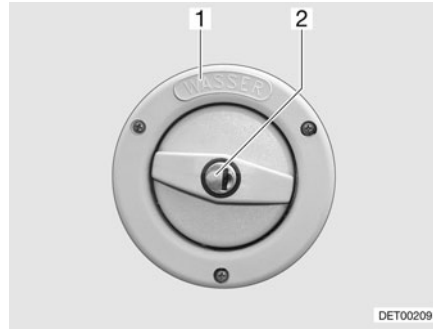
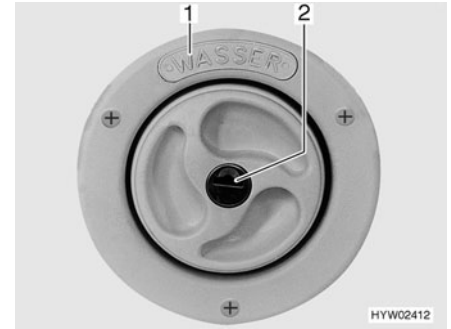

Fig. 193 Tapa de cierre del tubo de llenado de agua potable
Fig. 194 Tapa de cierre del tubo de llenado de agua potable (alternativa)
El tubo de llenado de agua potable está identificado con el rótulo "WASSER" (agua) (Fig. 193,1 ó Fig. 194,1). La tapa de cierre se abre y cierra con la llave para las cerraduras de trampa exteriores.
- Introducir la llave en el cilindro de cierre (Fig. 193,2 ó Fig. 194,2) y girarla un cuarto de vuelta en sentido contrario a las agujas del reloj.
- Abrir el tubo de llenado de agua potable (Fig. 193).